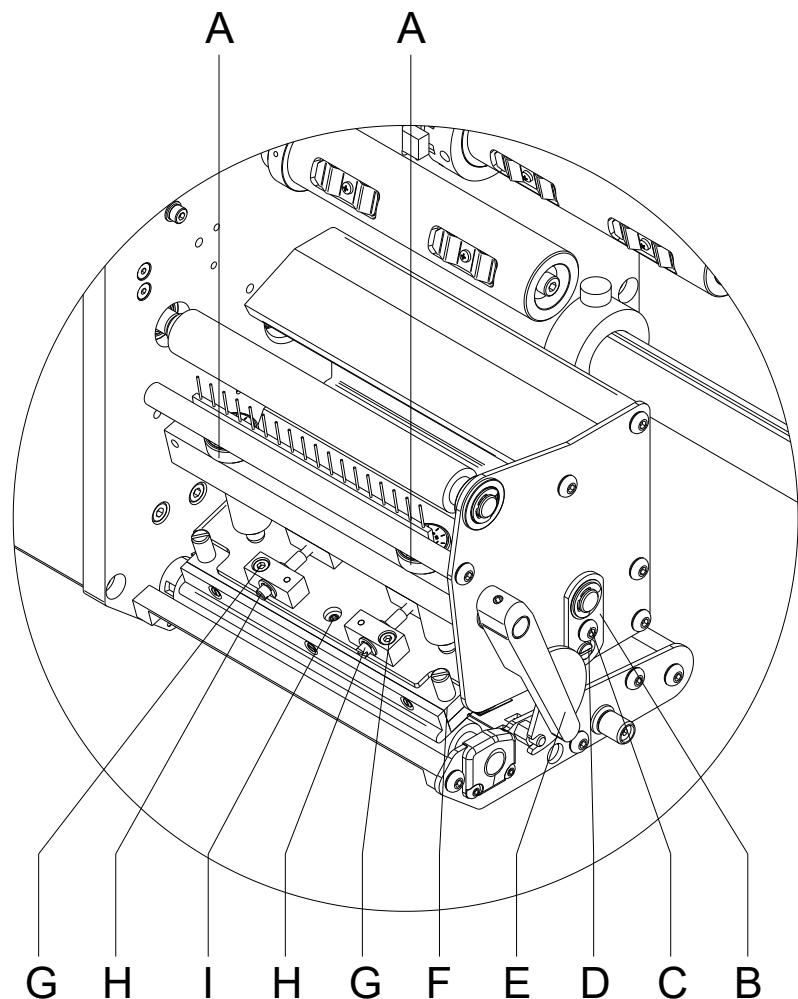

Abbildung 31
1. Andruckschrauben (A, Abbildung 31) drehen, um den Druckkopfandruck zu verändern.
2. Drehen der Andruckschrauben (A, Abbildung 31) bis an den Anschlag im Uhrzeigersinn ergibt eine Andruckerhöhung von 10N gegenüber der Werkseinstellung.
3. Drehen der Andruckschrauben (A, Abbildung 31) vom Anschlag gegen den Uhrzeigersinn auf entsprechenden Skalenwert laut Tabelle, ergibt die Werkseinstellung.